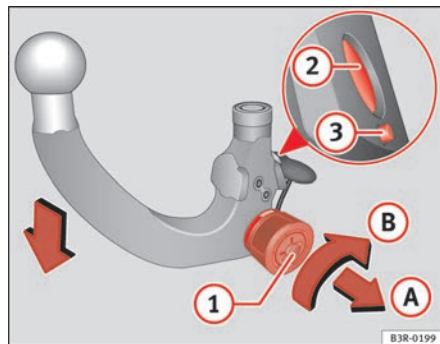

Fig. 152 Dispositivo di traino asportabile Caricare il gancio a testa sferica
- Inserire la chiave ① ⇒ fig. 152 nella serratura della rotella e girarla verso il contrassegno rosso.
- Tirare la rotella in direzione della freccia ①, trattenerla e girarla in direzione della freccia ② fino a quando non scatta il perno di bloccaggio ③ ed esce il perno di sbloccaggio ④ ⇒ ⚠.